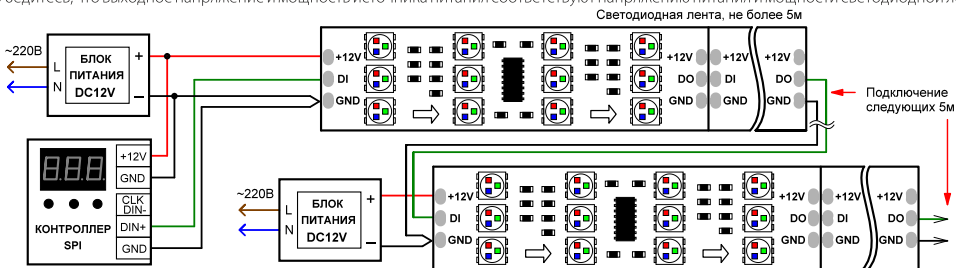

Рис.1. Схема подключения ленты.
- Подключите ленту к выходу блока питания и к контроллеру согласно приведенной схеме (Рис.1.), соблюдая полярность. При подключении лент и соединении отрезков учитывайте направление передачи цифрового сигнала, указанное стрелкой на ленте. Вход сигнала управления имеет обозначение «DI», выход – «DO». Для подключения используйте коннекторы из комплекта поставки. Руководствуйтесь маркировкой, нанесенной на ленту (см. таблицу).
- Подключите ленту согласно схеме (Рис. 1.), соблюдая полярность.